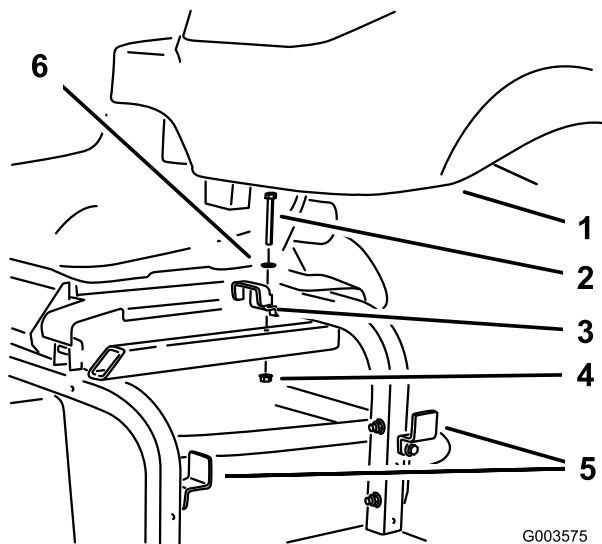

Figure 23
2. Fixez le réservoir hydraulique au châssis avec les 3 supports enlevés et desserrés précédemment (Figure 23).